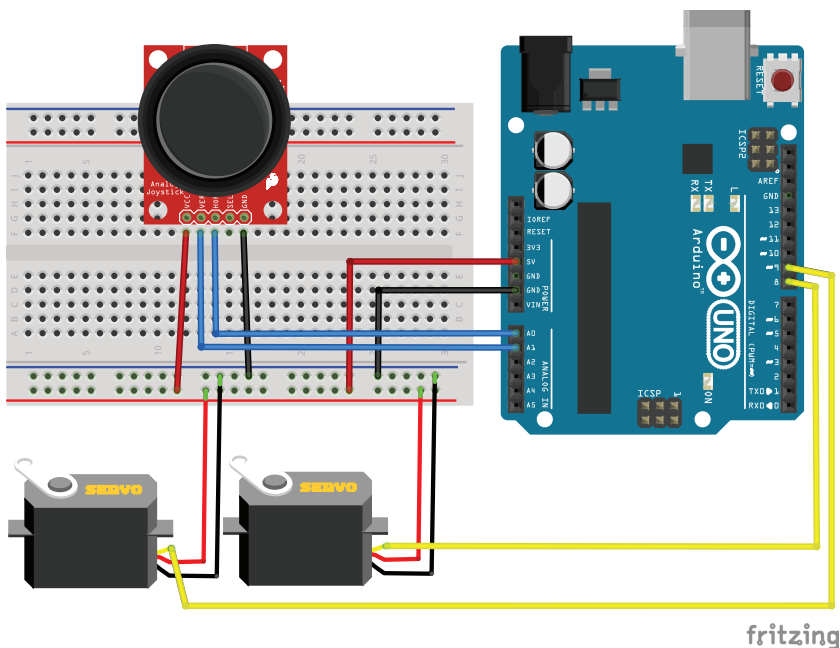

Рис. 18.2. Схема подключения платы джойстика и Pan/Tilt Bracket к Arduino
1. Подключаем джойстик к плате Arduino по схеме на рис. 18.2.
Создадим более понятный пример использования джойстика — для управления положением кронштейна Pan/Tilt Bracket с двумя сервоприводами, на котором можно разместить, например, камеру и менять положение камеры влево/вправо и вниз/вверх с помощью джойстика. Схема соединений для данного эксперимента показана на рис. 18.2.
2. Подключаем джойстик и Pan/Title Bracket к плате Arduino по схеме на рис. 18.2.